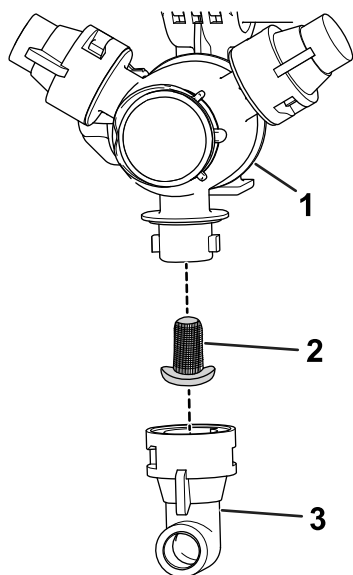

Рисунок 54
2. Снимите сопло с поворотной распылительной головки (Рисунок 54).
3. Снимите фильтр сопла (Рисунок 54).
5. Установите фильтр сопла (Рисунок 54).
6. Установите сопло на поворотную распылительную головку (Рисунок 54).